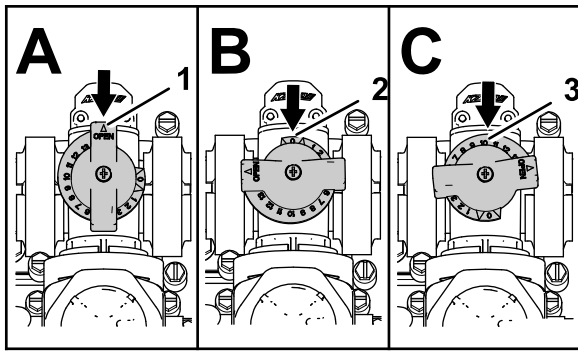

Figura 22
- La válvula de desvío de agitación se encuentra en la posición de totalmente abierta como se muestra en la Figura 22, A.
- La Figura 22, B, muestra la válvula de desvío de agitación en la posición de Cerrado (0).
- La válvula de desvío de agitación se encuentra en una posición Intermedia (relativa al manómetro del sistema de fumigación) como se muestra en la Figura 22, C.